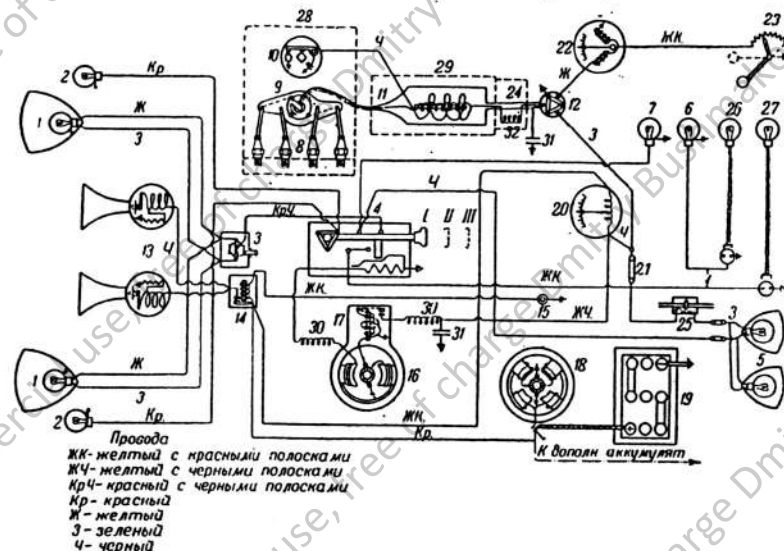
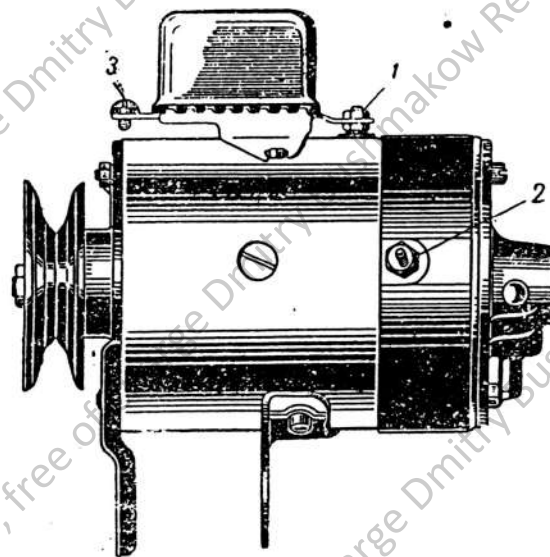
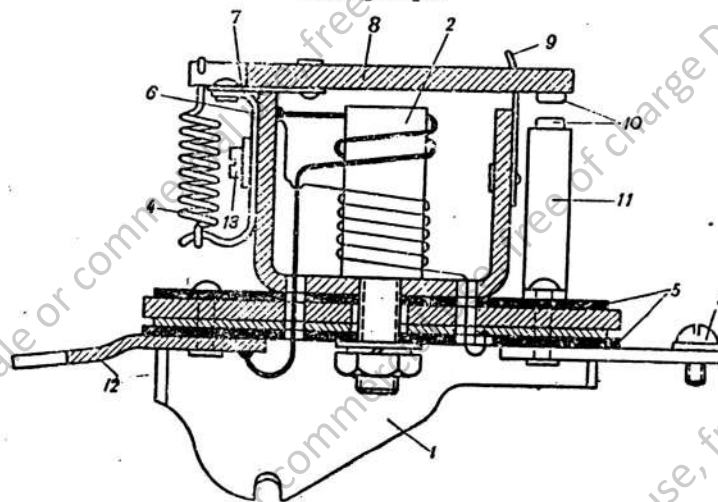
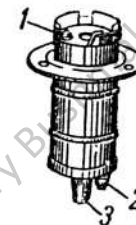

Рис. 17. Схема электрооборудования:
Рис. 18. Генератор ГМ-74:
Рис. 19. Реле генератора ЦБ-4118. Разрез:
Рис. 20. Bobина типа KM-75:
(рис. 17)
Основным источником электроэнергии служит генератор типа ГМ-74 (рис. 18), приводимый во вращение от коленчатого вала двигателя трапециевидным вентиляторным ремнем. Генератор служит для зарядки батареи аккумуляторов и питания потребителей электрического тока.
На генераторе установлено реле типа ЦБ-4118 (рис. 19), служащее для автоматического включения в цепь аккумулятора для его зарядки в том случае, когда напряжение тока генератора выше напряжения аккумулятора; когда генератор на низких оборотах двигателя дает напряжение 6 в и ниже (это соответствует примерно 420 об/мин. коленчатого вала или скорости движения бронеавтомобиля 13—14 км/час на прямой передаче), контакты реле разомкнуты и связь генератора с аккумулятором разобщена; таким образом, возможность разрядки аккумулятора исключается. Клемма 2 генератора (рис. 18) через дроссель 30 (рис. 17) и центральный переключатель освещения соединена с «массой»; клемма 3 (рис. 18) соединена через второй дроссель с проводом, идущим к амперметру.
Путь прохождения тока по цепи «генератор — батарея» при зарядке (рис. 17): масса — минус батареи 19 — плюс батареи — провод «Кр» — провод «ЖК» — амперметр 20 — провод — «ЖЧ» — дроссель 30 — контакты реле 17 — толстая обмотка реле — плюсовая щетка генератора 16 — минусовая щетка генератора — масса.
5. Периодически (раз в 1—2 года) проверять зазор между контактами прерывателя реле; нормальная величина зазора 0,7 мм; регулировка зазора производится подгибанием неподвижной контактной стойки 11 (рис. 19); регулировка реле должна производиться исключительно в мастерской.
Назначение bobины — преобразовать ток низкого напряжения, полученный от батареи или генератора, в ток высокого напряжения (15 000 — 20 000 в); bobина (рис. 20) состоит из сердечника и двух обмоток — толстой и тонкой; один конец толстой обмотки соединен с концом тонкой обмотки и выведен на внутреннюю клемму 1, соединенную через дроссель 32 с включателем зажигания (рис. 17); второй конец толстой обмотки присоединен к наружной клемме 2, последняя соединена проводом «1» с прерывателем; второй конец тонкой обмотки выведен на клемму 3, последняя соединена с центральной клеммой распределителя.
Путь тока низкого напряжения в группе приборов зажигания следующий (рис. 17): масса — контакты прерывателя 10 — толстая обмотка бобины 11 — дроссель 32 — замок включения зажигания 12 — провод «З» — амперметр 20 — провод «ЖК» — провод «Кр» — плюс батареи — батарея 19 — минус батареи — масса.
Путь тока высокого напряжения (рис. 17 и 20): клемма 3 — провод высокого напряжения — центральный контакт крышки распределителя — ротор распределителя — по одному из проводов, запрессованных в корпусе распределителя — по одному из проводов к свече — центральный электрод свечи — с центрального электрода в виде искры на электрод корпуса свечи — масса — конденсатор — толстая обмотка бобины — тонкая обмотка бобины — клемма 3. Одновременно ток высокого напряжения с массы ко второму концу тонкой обмотки идет через батарею и любой включенный потребитель электроэнергии.